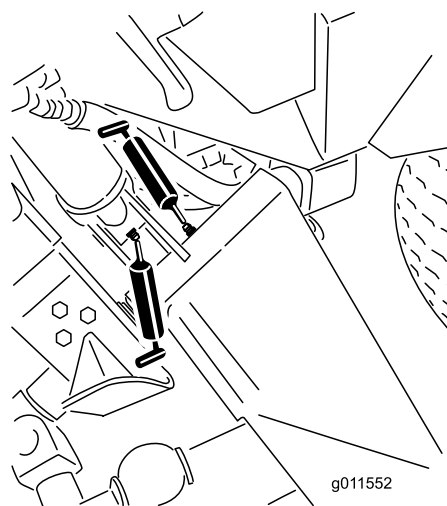
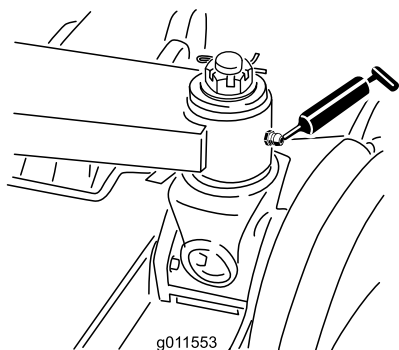

Рисунок 84
Рисунок 85
- Втулки главных подъемных рычагов (6 шт.) (Рисунок 84 и Рисунок 85)